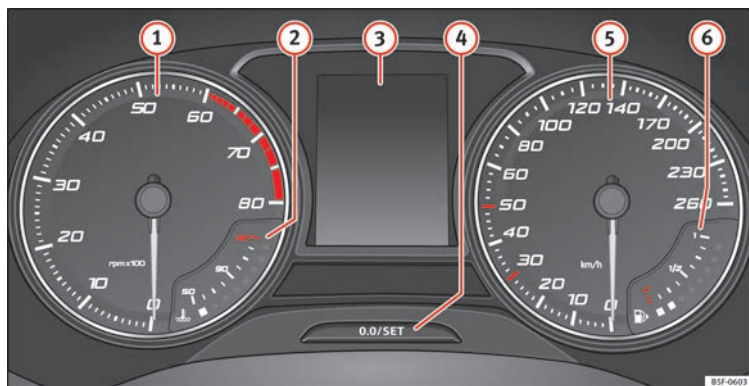

Fig. 119 Combiné d'instruments à l'avant.
Explications concernant les cadrons » fig. 119 :
Le compte-tours indique le nombre de tours du moteur par minute » fig. 119 ①.
① ATTENTION
L'aiguille du compte-tours ① » fig. 119 ne doit rester que peu de temps dans la zone rouge : risque d'endommagement du moteur.
Lors de la mise du contact d'allumage, l'écran du combiné d'instruments » fig. 119 ③ affiche diverses informations en fonction de l'équipement du véhicule :
- Appuyez brièvement sur le bouton **» fig. 119 ④** pour remettre le compteur kilométrique journalier à 0.
- Maintenez enfoncé le bouton **④** pendant environ 3 secondes pour afficher la valeur précédente.
- Pour régler l'heure, maintenez enfoncé le bouton **» fig. 119 ④** pendant plus de 3 secondes afin de sélectionner l'indicateur des heures ou des minutes.
- Pour poursuivre le réglage, appuyez sur la partie supérieure ou inférieure du bouton **④**. Pour que les nombres défilent rapidement, maintenez la touche appuyée.
- Appuyez de nouveau sur le bouton **④** pour mettre fin au réglage de l'heure.
Maintenez enfoncé le bouton » » fig. 119 ④ pendant plus de 15 secondes pour afficher les lettres-repères du moteur (MKB) du véhicule. Pour cela, le contact d'allumage doit être mis et le moteur coupé.